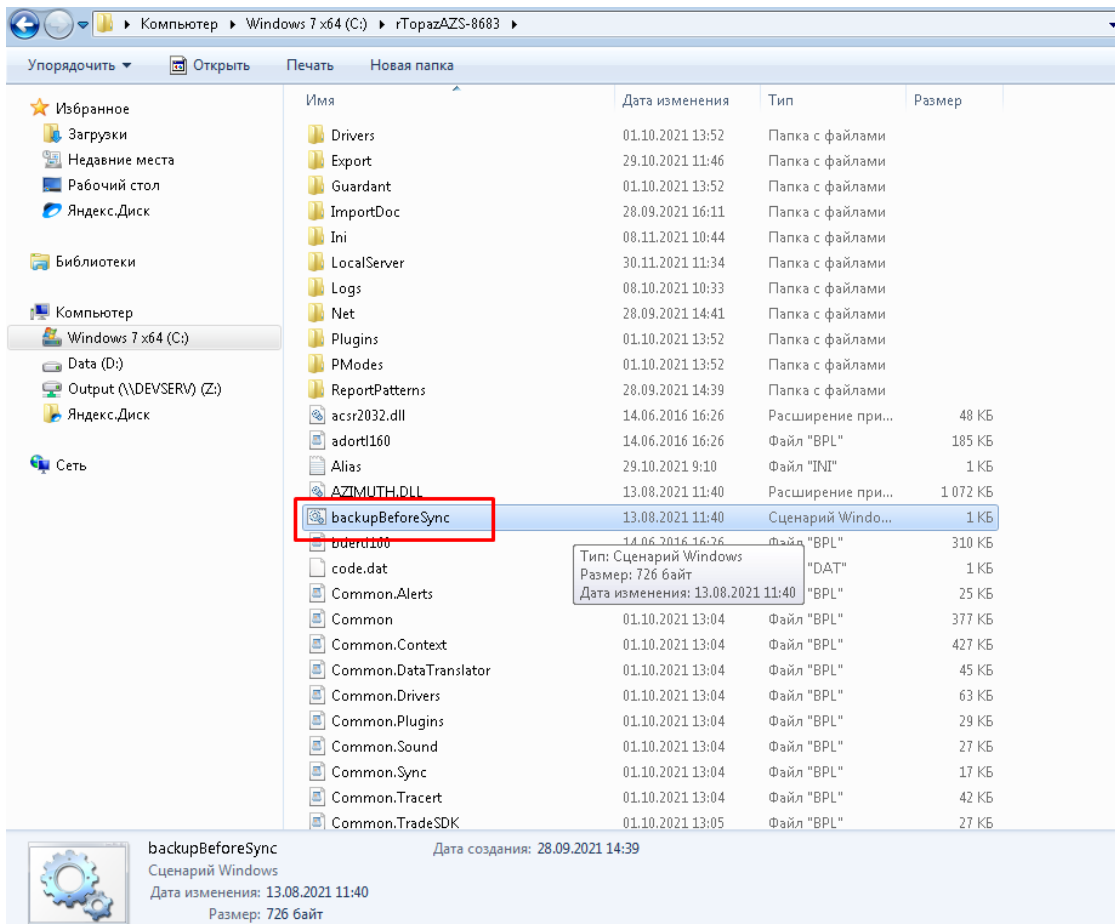
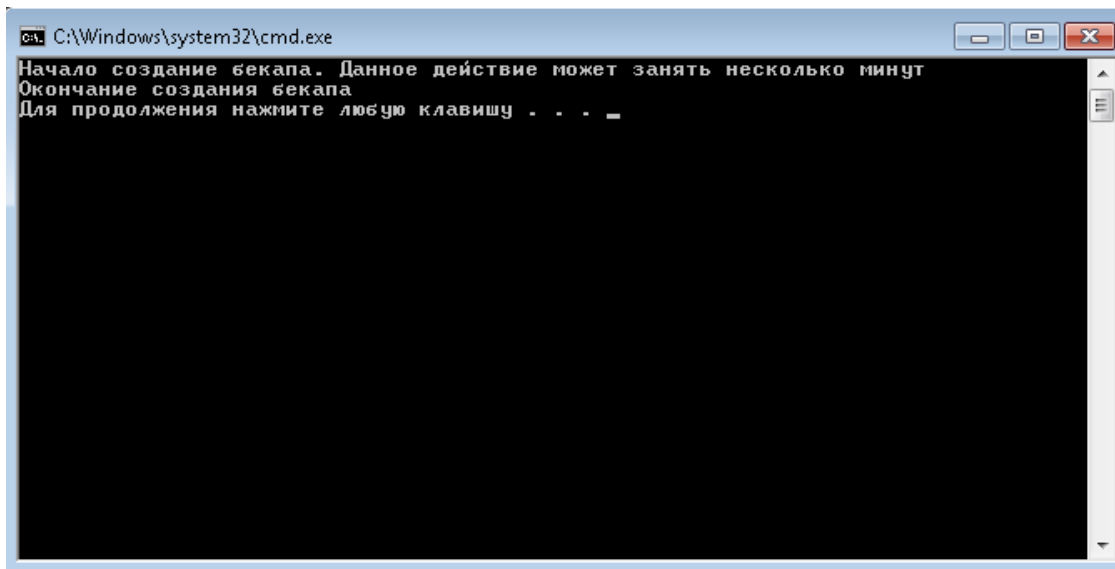

Рисунок 115.
Рисунок 116.
- 8*. Запустите скрипт backupBeforeSync.cmd в корневом каталоге и дождитесь его завершения (рисунок 115), (рисунок 116):